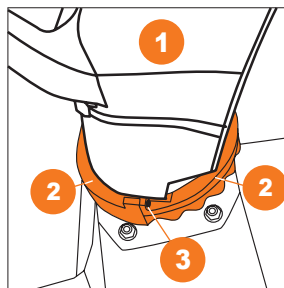

Рис. 23
- Установите желоб **1** на отверстие выброса снега корпуса снегоуборочника. Установите пружинную пластину, зафиксируйте её и желоб двумя пластиковыми зажимками **2** до щелчка, скрепите их саморезами **3** (Рис. 23).